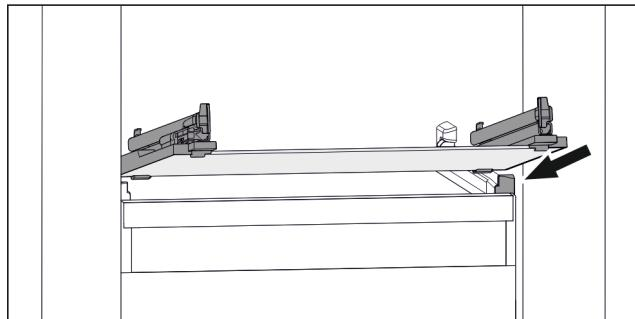

Fig. 89 Primjerni prikaz staklene ploče
- Stavite ladicu ukoso iza zaustavljača. (pogledajte Fig. 89)